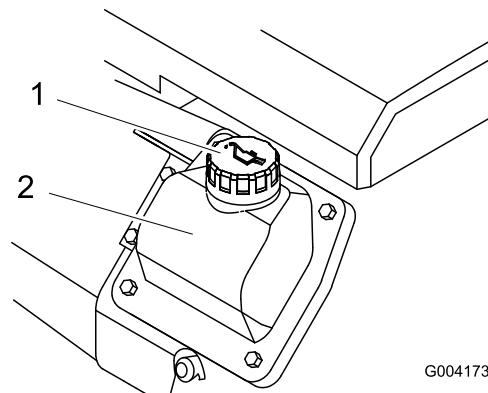

Figura 16
8. Si el nivel de aceite es bajo, limpíe alrededor del tapón de llenado y retire el tapón (Figura 16).